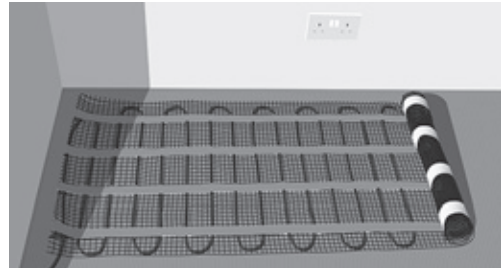
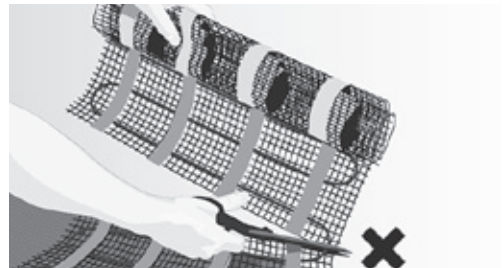
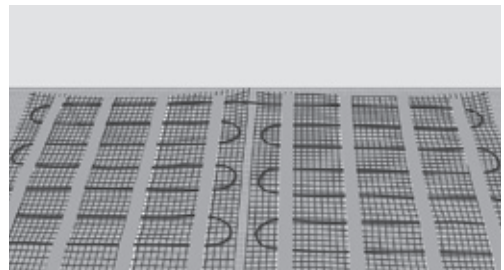

Fig. 4. Rull ut matten
Fig. 5. Klipp og vri uten å skade kabelen
Fig. 6. Gulv dekket med matten
8. Rull ut matten på gulvet med nettingsiden opp, til du når veggen eller en hindring (fig. 4). Klipp opp og dreii på matten for å fortsette med nedleggingen. Ikke klipp over kabelen (fig. 5). Gjenta dette til du har dekket gulvet (fig. 6).